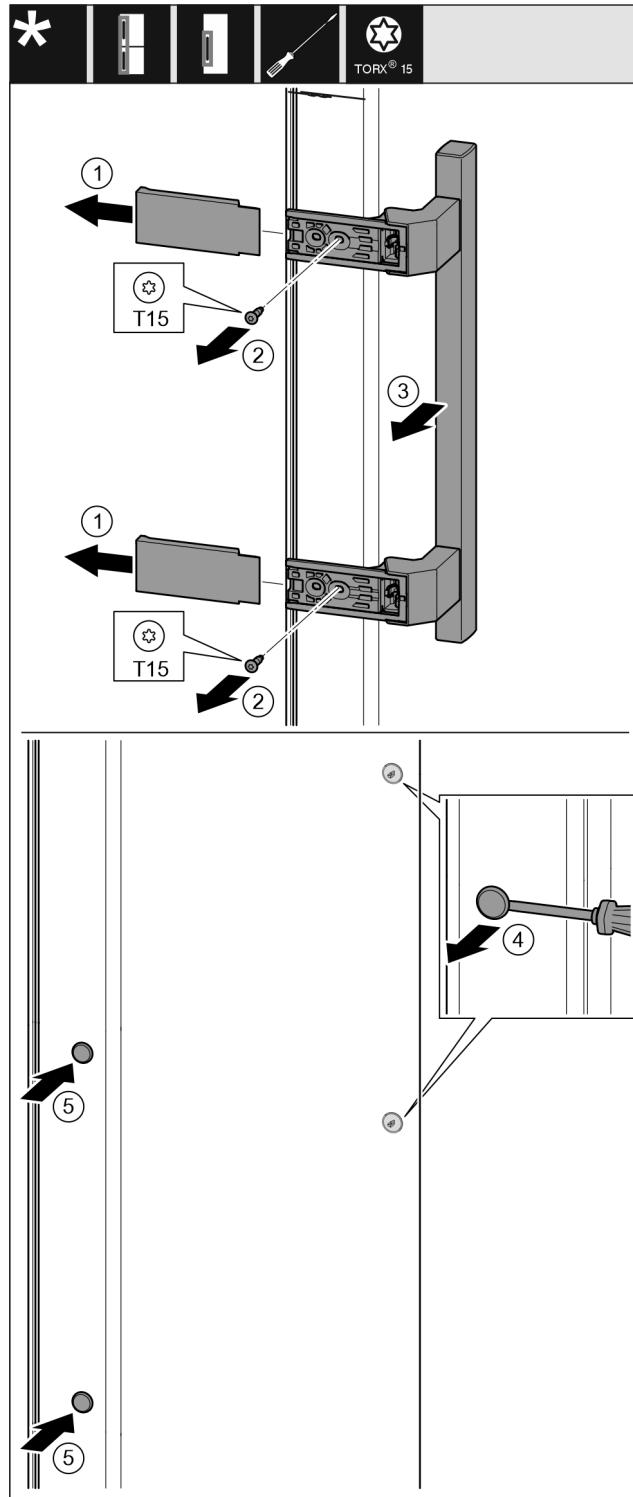

Fig. 17
- ▶ Αφαιρέστε το κάλυμμα. Fig. 17 (1)
- ▶ Ξεβιδώστε τις βίδες με κατσαβίδι T15. Fig. 17 (2)
- ▶ Αφαιρέστε τη λαβή. Fig. 17 (3)
- ▶ Ανασηκώστε προσεκτικά και τραβήξτε έξω την πλαϊνή τάπα με ένα ίσιο κατσαβίδι. Fig. 17 (4)
- ▶ Τοποθετήστε ξανά την τάπα στην άλλη πλευρά. Fig. 17 (5)